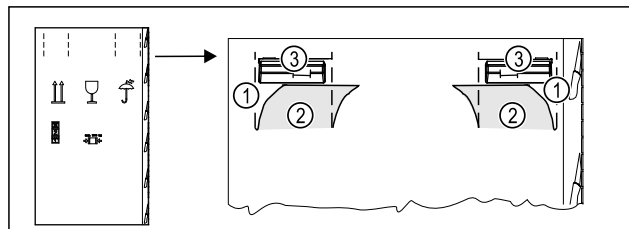

Fig. 5
- ▶ Tryk emballagepapret ind foroven langs Fig. 5 (1) perforeringen.
- ▶ Træk de indtrykkede lasker Fig. 5 (2) ud.
- ▶ Bærehåndtaget Fig. 5 (3) til højre og venstre er synligt.
- ▶ Hold enheden i bærehåndtagene. Fig. 5 (3)